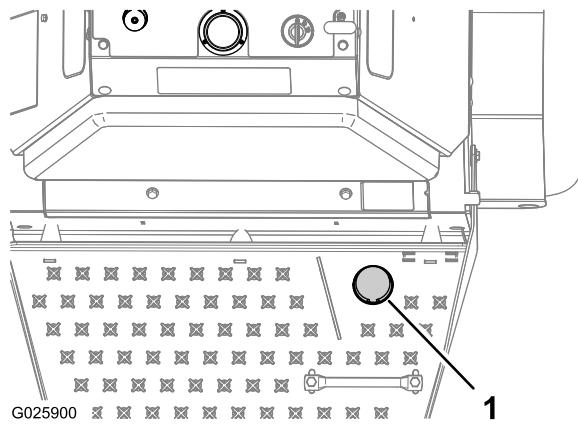

Figure 16
2. Appuyez le pied sur la commande des louchets pour abaisser les louchets (Figure 16).
3. Appuyez sur la commande avec le pied et avancez les leviers de commande de déplacement pour aérer (Figure 16); voir Leviers de commande de déplacement \(page 16\).
Pour éléver les louchets, enlevez le pied de la commande (Figure 16).